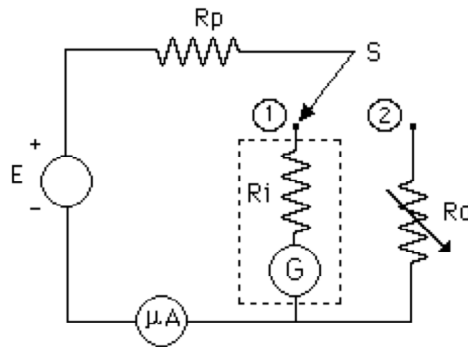

Figura 2.1.- Circuito para determinar la resistencia interna de las escalas de un instrumento
7.- La Figura 2.1 muestra el circuito para determinar la resistencia interna de las escalas de un instrumento (galvanómetro o amperímetro) aplicando el método de sustitución. Explique el procedimiento a seguir y especifique cuáles son las precauciones que se deben tomar para no dañar el instrumento durante la medida.
7.- Determine la resistencia interna de las escalas del amperímetro con el método de sustitución, utilizando el circuito de la Figura 2.1. Como resistencia de protección va a utilizar 1K o 10 K, dependiendo si el amperímetro analógico se encuentra conectado en las escalas altas o bajas. Como medidor de referencia va a utilizar el amperímetro del multímetro digital. Dibuje a continuación el circuito, indicando el valor de todos los componentes. Al hacer las conexiones de los instrumentos, **tenga cuidado con la polaridad de los amperímetros al conectarlos en el circuito.** Antes de conectar la fuente DC al circuito, coloque su salida en 0V. Incremente lentamente el valor de la fuente DC, observando la lectura de los dos amperímetros hasta ajustar la corriente en un valor fácil de observar en el amperímetro digital. Una vez realizada la medida, registre los resultados en la siguiente tabla. La información sobre las diferentes resistencias internas le será útil para corregir los errores sistemáticos que pueda cometer al realizar otras mediciones.